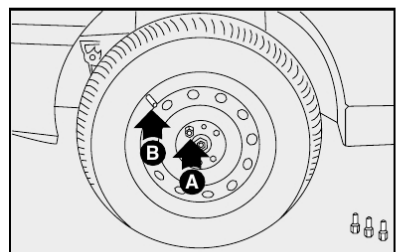

fig. 10
7) atarraxar apenas um dos parafusos A-fig. 10, em correspondência com a válvula de enchimento B-fig. 10;